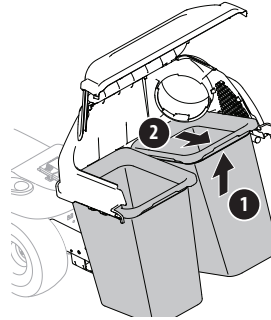

Figure 25
3. Pour retirer les sacs collecteurs, soulevez chaque sac (1) et retirez-le du support (2). Voir Figure 25.